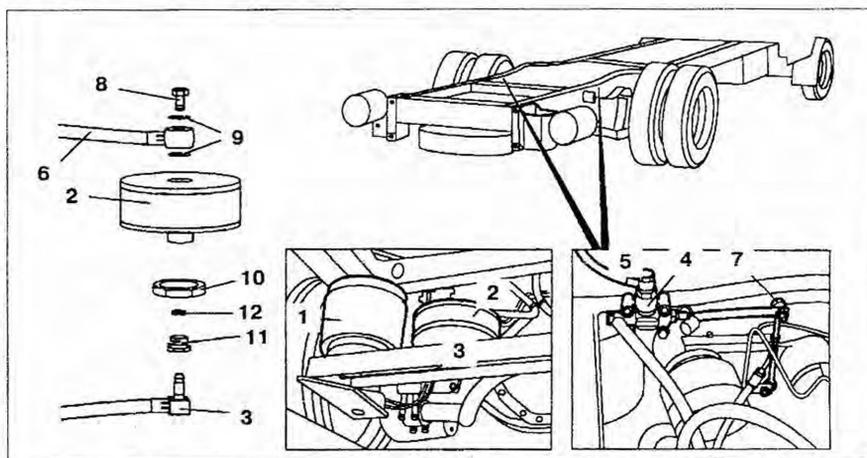

Рис. 5.36. Пневмокамера задней оси (модели 668, 670 с задней пневмоподвеской):
1. Уменьшите давление в воздухопроводах, ослабив трубку 6 на пневмокамере 2 (рис. 5.36).